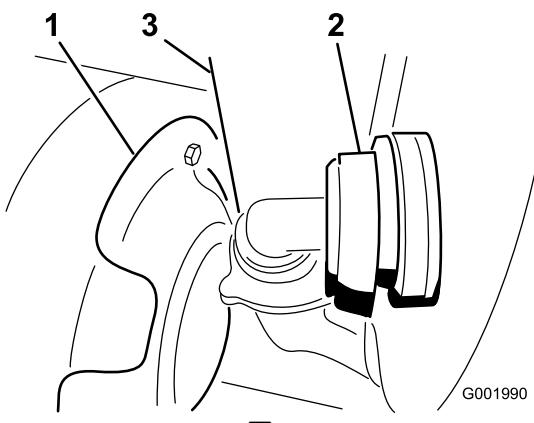

図 53
- タンクの前壁の下にあるホースを外す(図 53)。
注 防熱シールド(図 53)を押しのけないとカバーが取り外せない場合があります。
- タンク前面下のホースを接続する(図 53)。